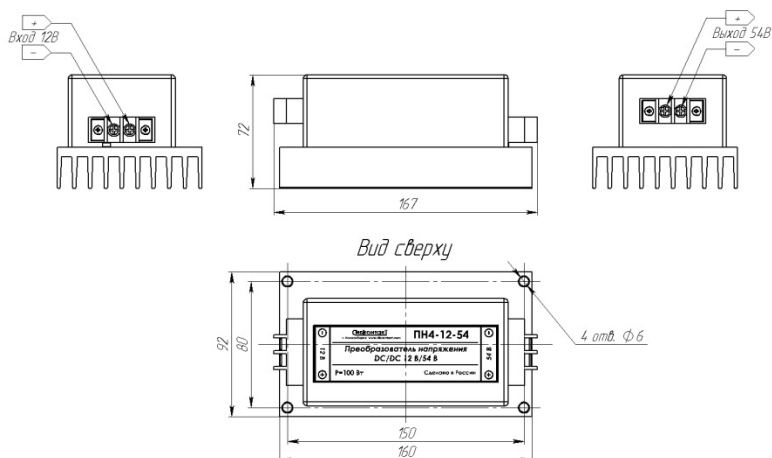

Рисунок 1 Внешний вид преобразователя
4.1. Конструкция преобразователя напряжения состоит из следующих основных элементов (Рисунок 1):